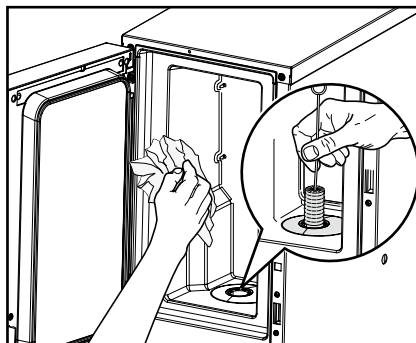

Fig. 35
4. Rengør det indvendige af kølefaget (fig. 35):